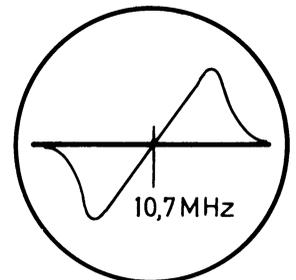

Abb. 4
- Tarare le L 217, L 219 su amplificazione massima e su S simmetrica della curva di demodulazione (il passaggio zero deve risultare su 10,7 kHz, vedi fig. 4).
- L 217, L 219 auf maximale Verstärkung und symmetrische Demodulator(S)-Kurve abgleichen (Nulldurchgang soll auf 10,7 MHz-Marke liegen, siehe Abb. 4).